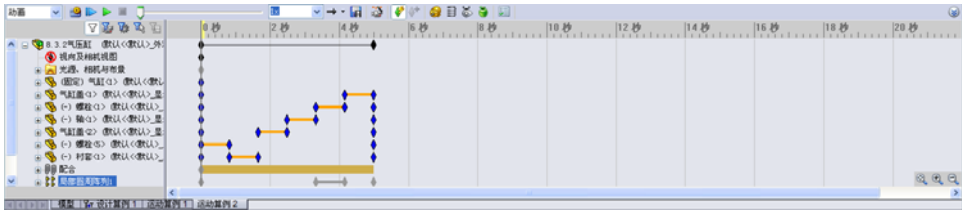

图 10-13 【Solidwork 运动算例】工具栏和时间栏
- 06 此时【Solidwork 运动算例】时间栏将显示各零件的移动时间段，如图 10-13 所示。